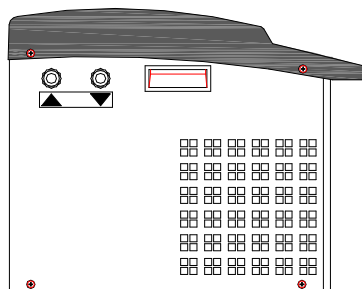

Fig.1
- Para a ligação ao circuito, deve ter-se em atenção que a entrada e saída da água é conforme o representado na fig. 1.